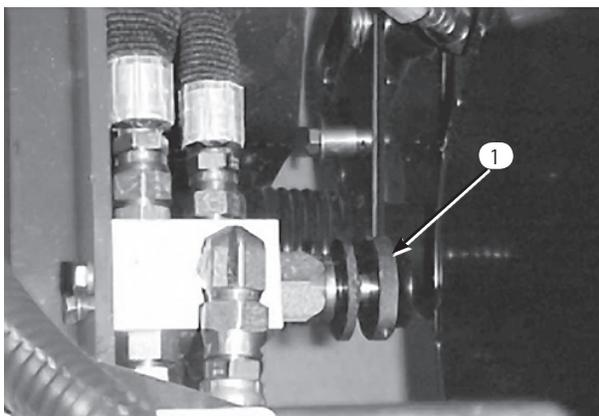

図63
1. フードをあけると、調整バルブ（図63）はエンジンの後ろ側にある。